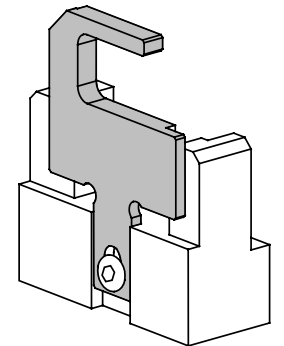

FIG. 1 POSICIÓN EXTRACTOR
3.1.7) Controlar la posición del extractor (09): en caso de trabajo sobre los conectores del tipo ANE 7-M.... y ANE 9 M....deberá llevarse, después de haber aflojado el tornillo de sujeción correspondiente, a la posición de "todo levantado" (véase Fig. 1).